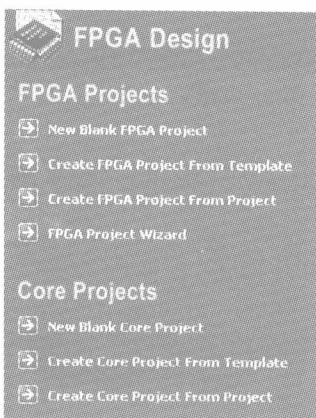

图 1.5 FPGA 设计与开发的选项列表
⑦ “FPGA Design and Development”（FPGA 设计与开发）：选择该选项后，系统会弹出如图 1.5 所示的 FPGA 设计与开发的选项列表。